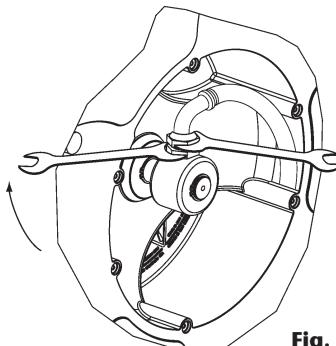
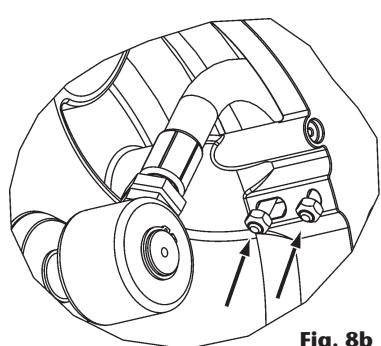

Fig. 8a
Fig. 8b
3. Desconecte la manguera usada según se indica en la imagen (fig. 8a) y libere la manguera del disco retirando el abarcón de fijación manguera (fig. 8b).